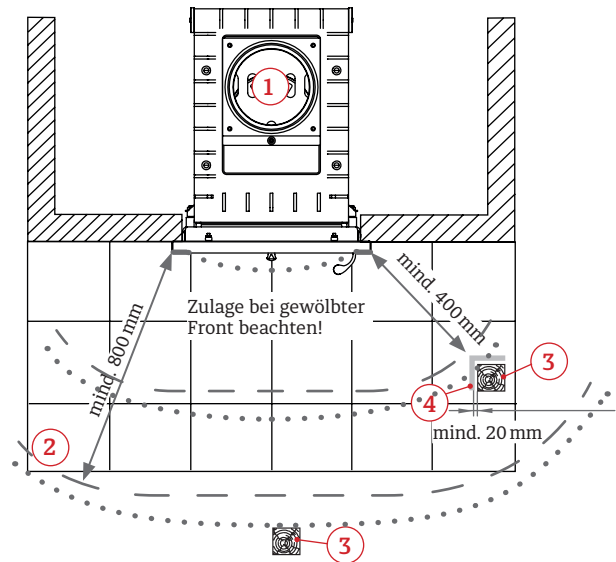

Abb.:7
- Von der Feuerraumöffnung müssen nach vorn, nach oben und zu den Seiten mindestens 800 mm Abstand zu Bauteilen aus brennbaren Baustoffen oder brennbaren Bestandteilen sowie zu Einbaumöbeln eingehalten werden; bei Anordnung eines auf beiden Seiten belüfteten Strahlungsschutzes genügt ein Abstand von 400 mm. Dabei muss der belüftete Abstand des Strahlungsschutzes mindestens 20 mm betragen (Abb.:7).